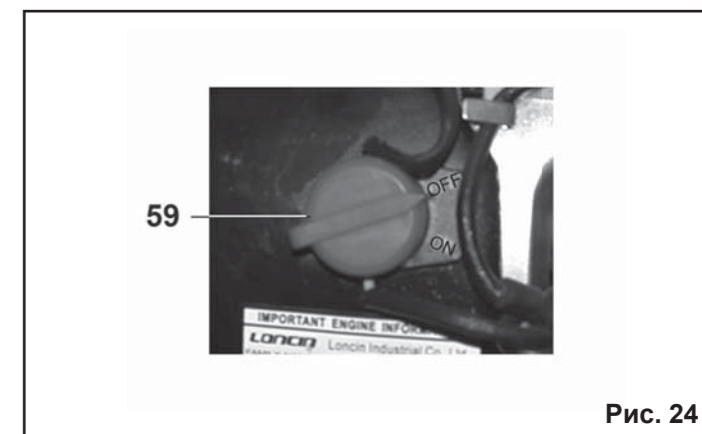

Рис. 24
8.3.2. Для моделей МС 55 и МС 65: Поверните выключатель зажигания (59) в положение "OFF" (Выключено) (Рис. 24).